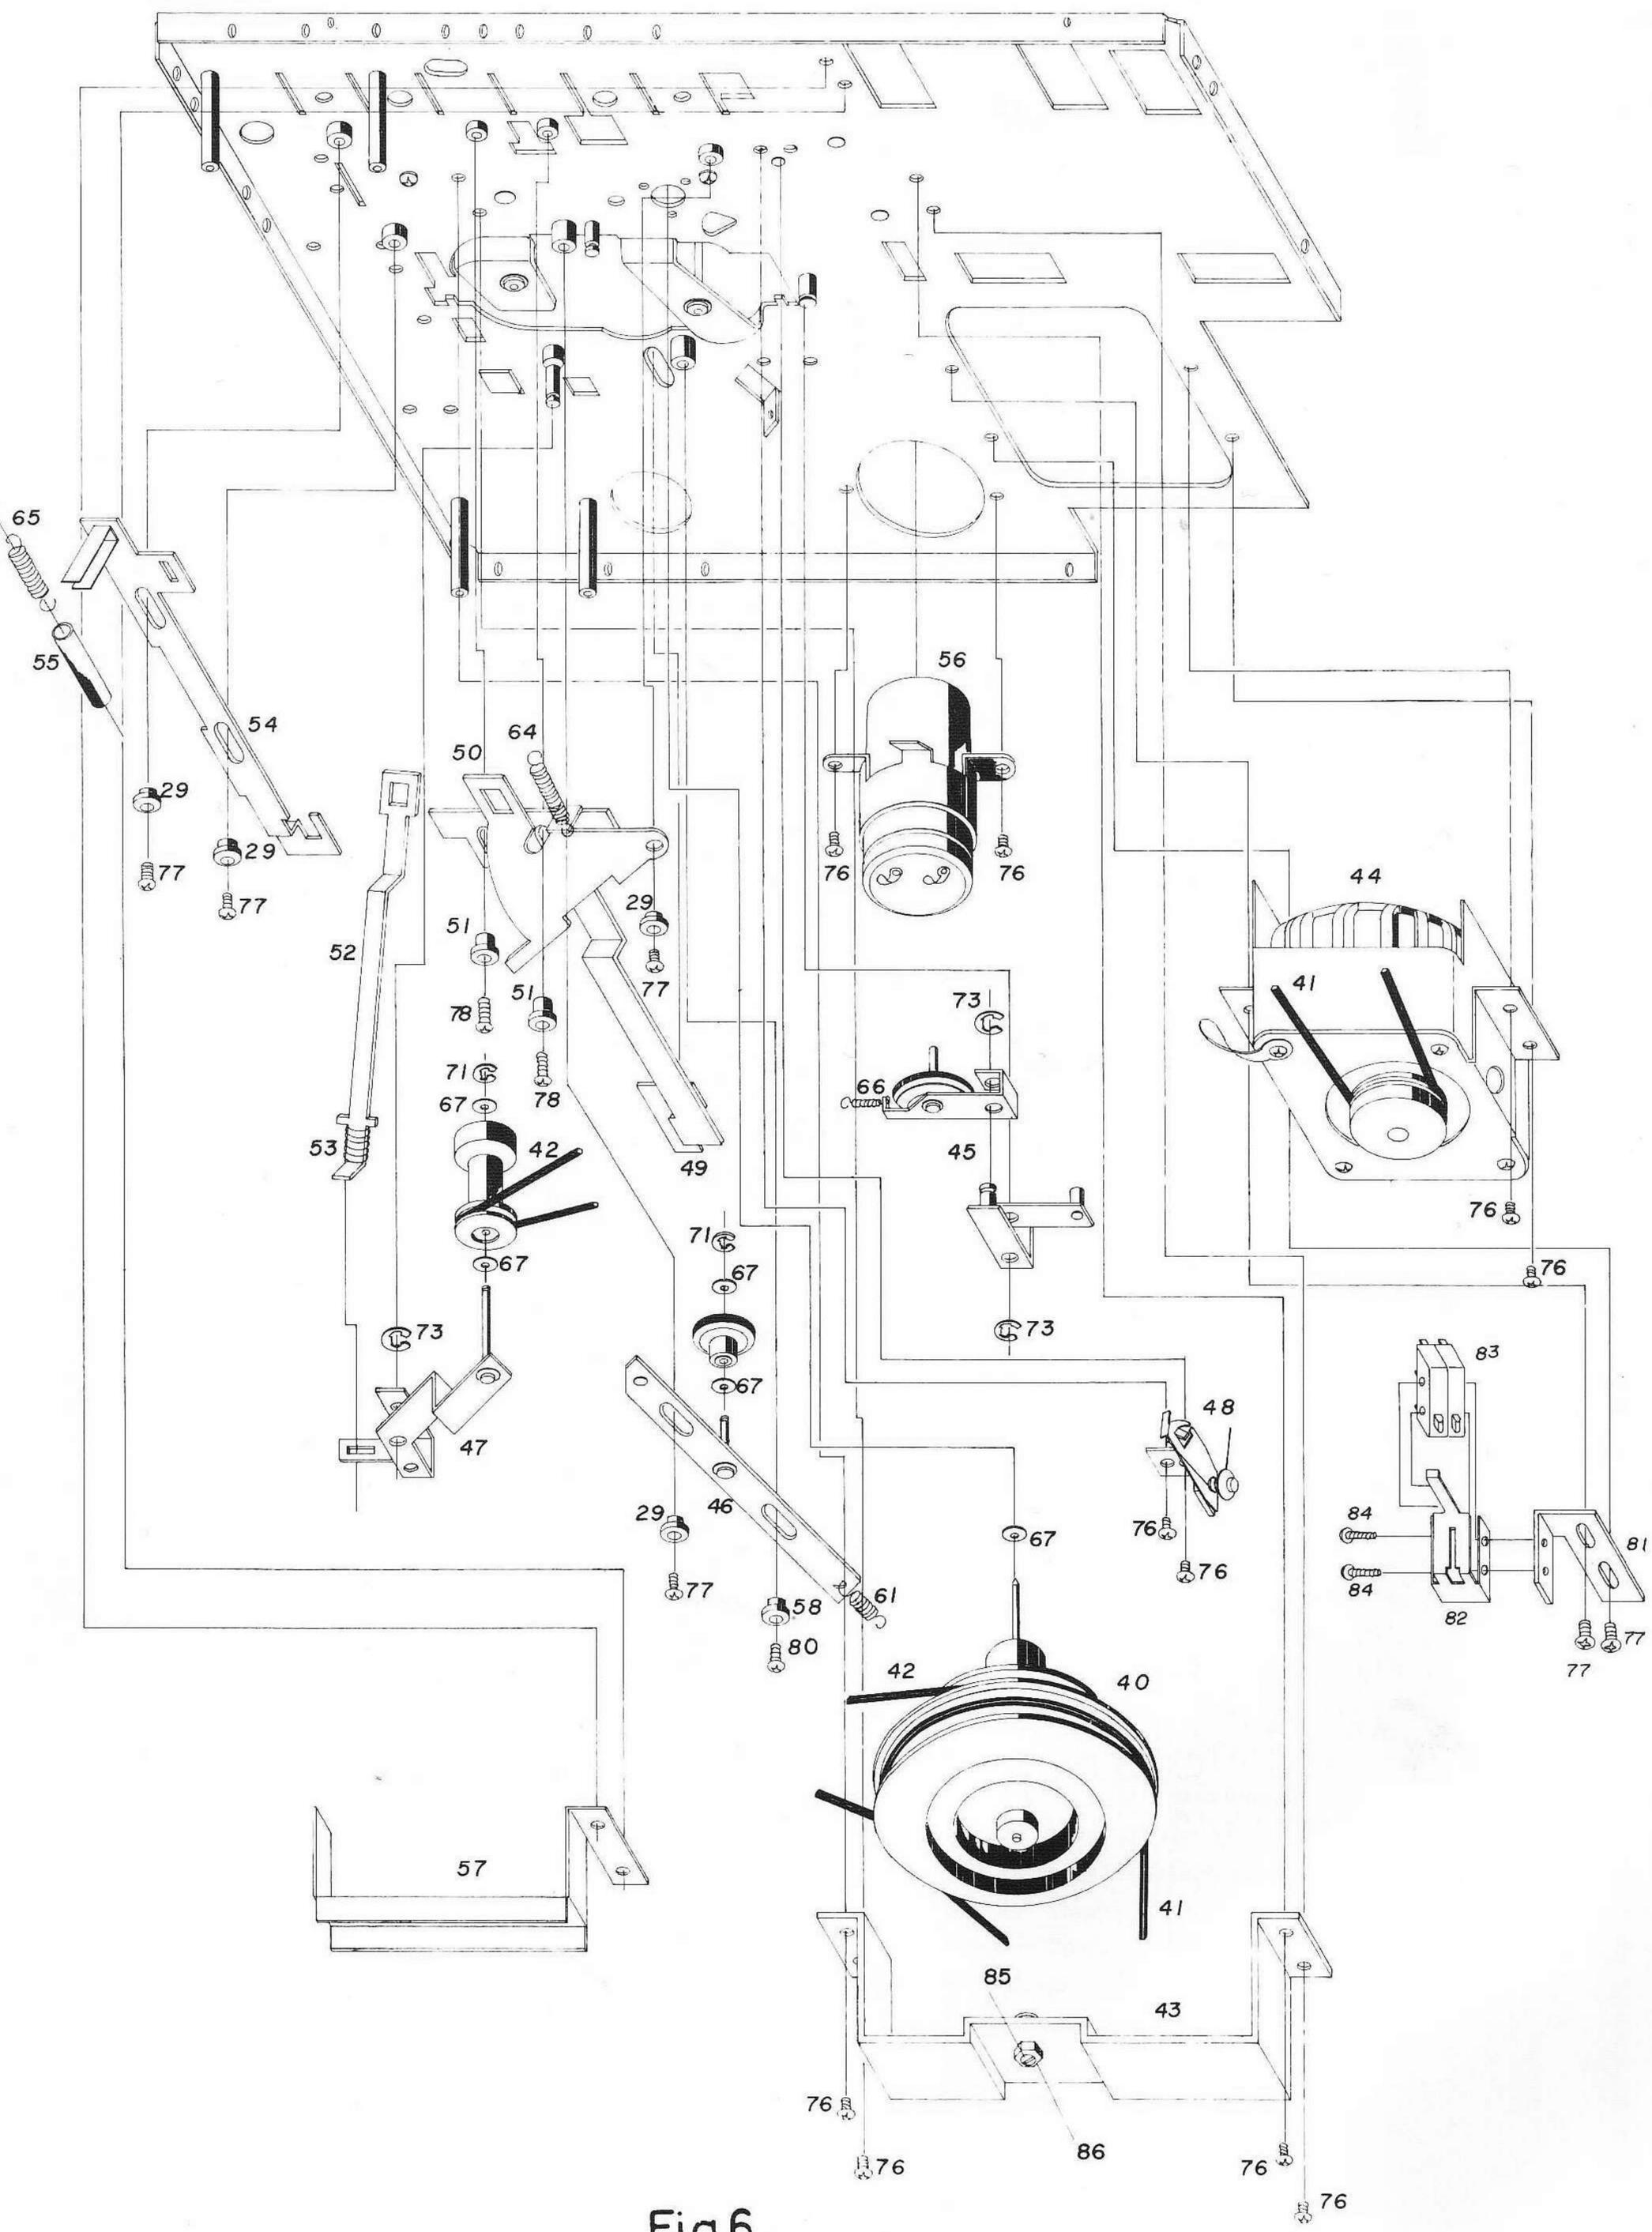

Fig.6
Justera hävarmen (48) fig 6 med skruvarna (76) så att bästa läge erhålles.
Justera spelet i höjdlid med skruven (85) fig 6 så att detta blir ungefär 0,5 mm. Säkra skruven med muttern (86).
Justera drivhjulets höjd så att remmen (41) fig 6 kommer i mitten av svänghjulets (40) drivyta. Drag därefter till de två stoppskruvarna.
Justera hållaren (81) fig 6 så att de två mikrobrytarna just slår till då tangenten "PLAY" nedtryckes.